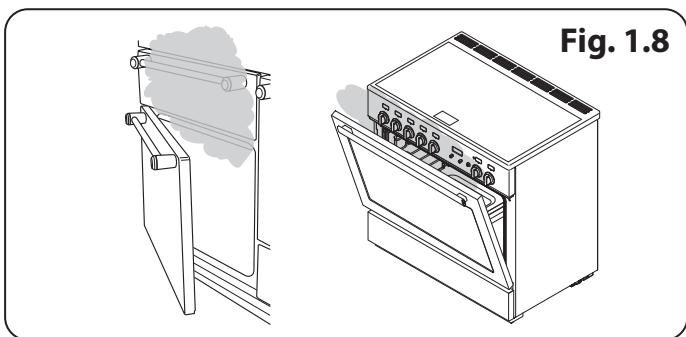

Fig. 1.8
- La cuisson d'aliments à haute teneur en eau peut produire une « bouffée de vapeur » à l'ouverture de la porte du four (**Fig. 1.8**). Lorsque vous ouvrez la porte du four, reculez-vous et attendez que la vapeur se soit dissipée.